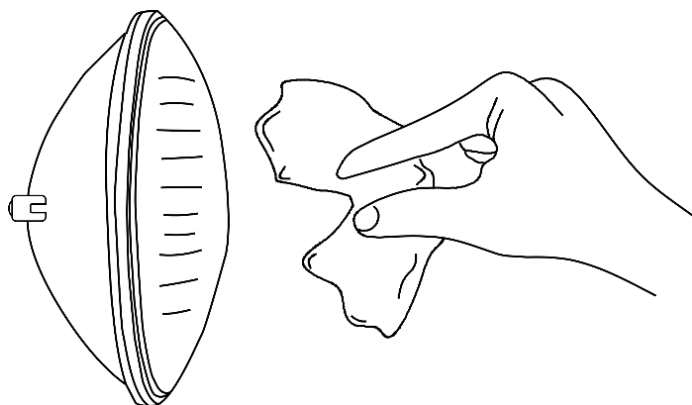

Fig. 05
- 05) Sortez la nouvelle lampe de son emballage (fig. 05).